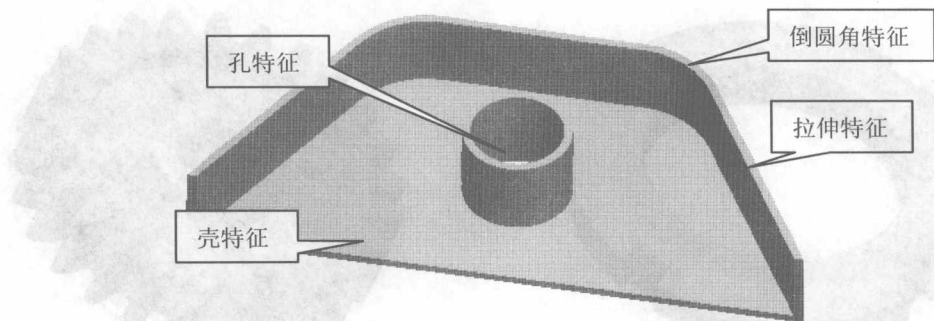

图 1-1 基于特征建立的模型
- ✕ **基于特征进行建模:** Pro/E 软件将一些具有代表性的几何形状定义为“特征”, 比如拉伸、旋转、孔、壳、筋、倒圆角等。用户可以按照一定的顺序将若干特征进行“叠加”, 以此创建模型。例如, 图 1-1 所示的模型由拉伸特征、孔特征、倒圆角特征和壳特征共同构成。